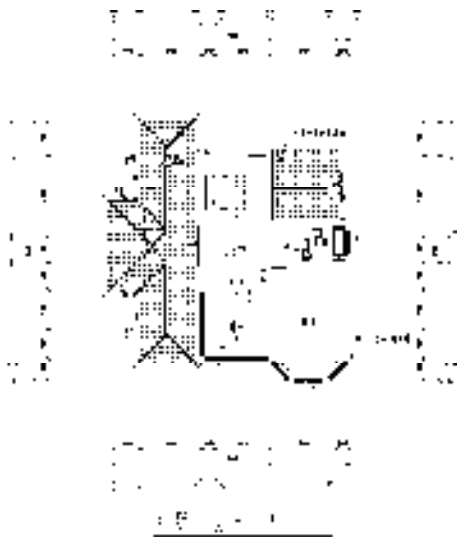

图 13-143 图名标注
7) 添加图名标注。调用“图名标注”命令，在弹出的“图名标注”对话框中设置参数，点取标注的插入位置，即可完成图名标注的添加，结果如图 13-143 所示。